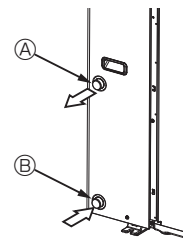

Fig. 4-1
4.1. Свързване на водопроводните тръби (Fig. 4-1)
- Мястото на входната и изходната тръба е показано на Fig. 4-1.
[Fig. 4-1]